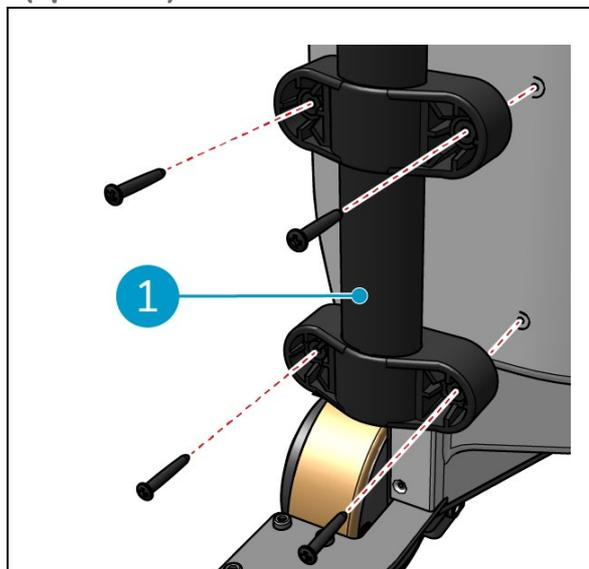

Figura 17
1. Installare entrambe le maniglie del carrello (Figura 17, pos. 1) sull'i-walk con un cacciavite a croce.